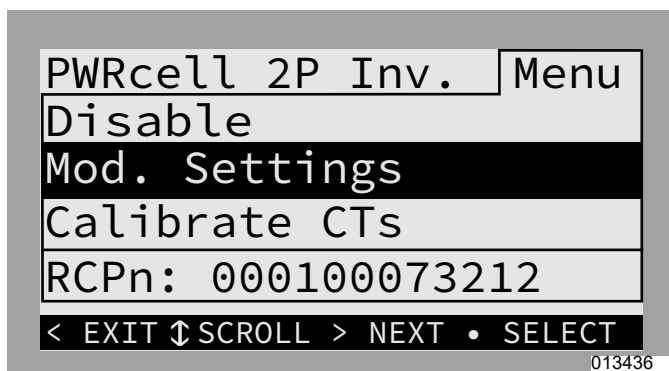
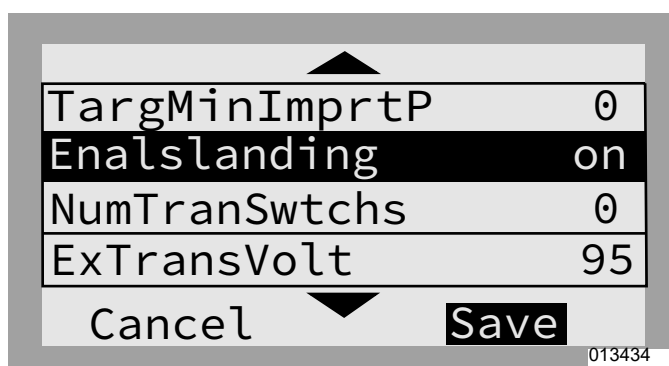

Figura 7-17. PV + Almacenamiento: Parte del hogar (1 de 2)
Figura 7-18. PV + Almacenamiento: Parte del hogar (2 de 2)
- Consulte la Figura 7-17 y la Figura 7-18. “Mod. Settings” del inversor: